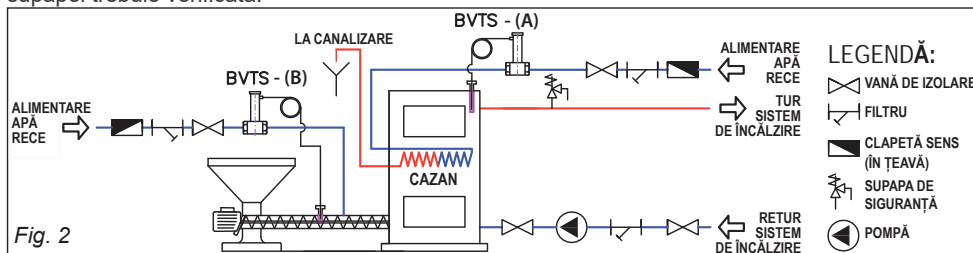

Fig. 2
Supapa trebuie instalată cât mai aproape posibil de cazan, iar senzorul trebuie plasat în cel mai cald punct, a se vedea Fig. 2 BVTS - (A). Supapa trebuie instalată pe alimentarea cu combustibil, iar senzorul trebuie plasat în interiorul acestuia, a se vedea Fig. 2 BVTS - (B). Supapa poate fi instalată în orice poziție. Anterior instalării, sistemul trebuie curățat de impurități care ar putea bloca și defecta supapa. Sensul de curgere este indicat cu o săgeată care
este pe corpul supapei. Presiunea apei pe racordul de intrare al valvei trebuie să respecte recomandările producătorului centralei termice. Un filtru trebuie instalat înaintea supapei, a se vedea Fig. 2. Cuplul maxim de strângere pentru teacă e 30 Nm. După instalare, funcționarea corectă a supapei trebuie verificată.